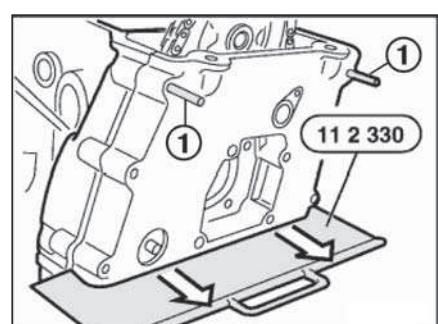

Рис. 4.22. Крышка ГРМ
- Смазать тонким слоем консистентной смазкой верхнюю сторону прокладки (12) и обе стороны приспособления «11.2.330» и установить приспособление на прокладку. Надвинуть на приспособления «11.4.110» (1, рис. 4.22) крышку ГРМ, установить и ввернуть до упора болты крепления. Осторожно вынуть приспособление «11.2.330».